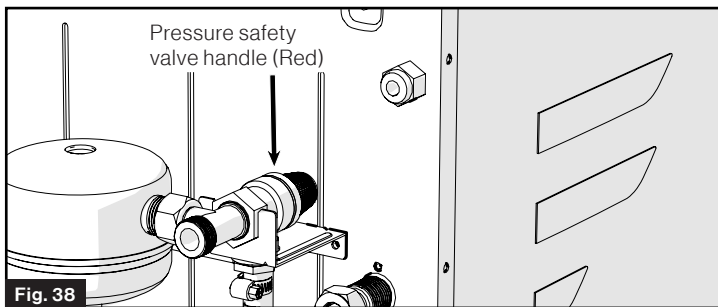

Fig. 38
9. Revise la válvula de seguridad de presión para asegurarse de que no haya estado goteando (que no haya residuos de agua). Consulte la sección "Mantenimiento de la válvula de seguridad de presión" por más información. (Fig. 38)